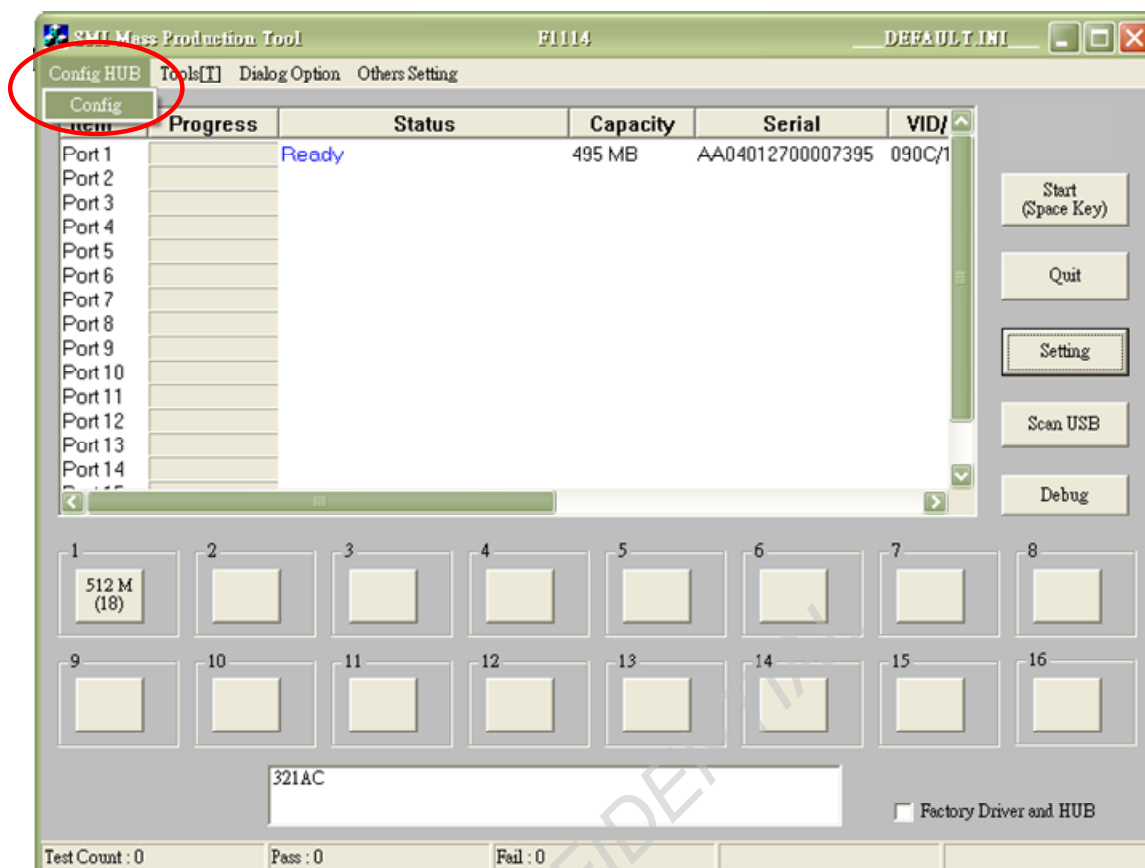

Fig. 5 The 「Config HUB」 function of SM32X Production Tool.
- **Config HUB Function:(see the Fig. 5)**